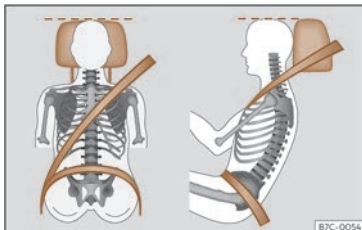

Abb. 17 Richtiger Gurtbandverlauf und richtige Kopfstützeinstellung.
- Kopfstütze so einstellen, dass die Oberkante der Kopfstütze sich so weit wie möglich auf Höhe des Oberkopfes und so nahe wie möglich in Augenhöhe befindet¹⁾ >>> S. 132. Den Hinterkopf so nah wie möglich an der Kopfstütze positionieren >>> (Abb. 17).
- Fahrersitz in Längsrichtung so einstellen, dass die Pedale mit leicht angewinkelten Beinen durchgetreten werden können und der Abstand zur Instrumententafel im Kniebereich mindestens 10 cm (4 Zoll) beträgt >>> (Abb. 17).